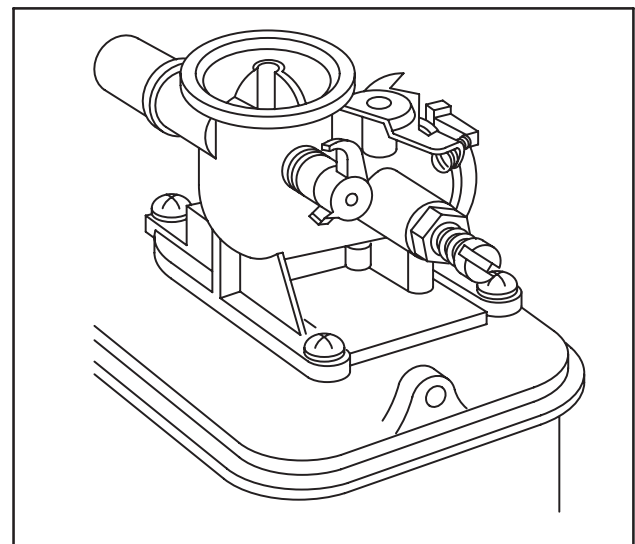

Fig. 41
3. Le levier d'axe de starter doit être installé comme à la Fig. 41.